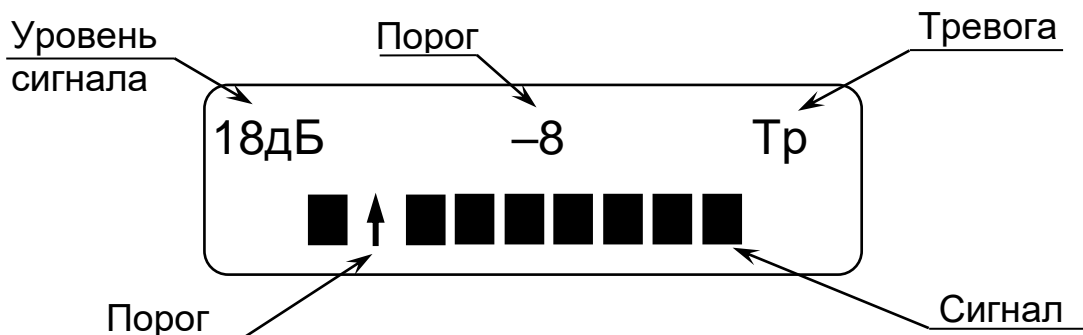

Рисунок 5 – Окно индикации параметров ПРМ при значении сигнала - 9 дБ
*Индикация неисправности* (значок – «Ав» на месте значка «Тр» см. рисунок 5) дублирует извещение, сформированное извещателем. При включенном зуммере ПК звучит звуковой сигнал.